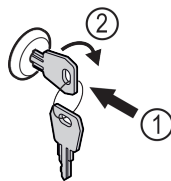

Fig. 158
- ▶ Zatlačte kľúč. Fig. 158 (1)
- ▶ Otočte kľúč o 90° v smere hodinových ručičiek. Fig. 158 (2)